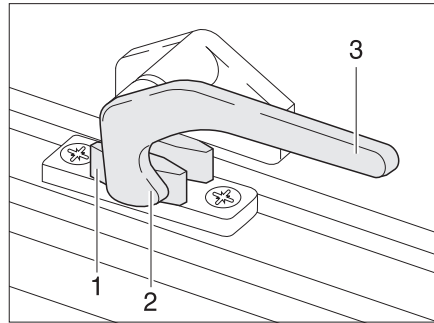

Fig. 38 Levier de verrouillage en position "Fermé"
- Tourner le levier de verrouillage (Fig. 38,3) d'un quart de tour vers le centre de la fenêtre.
- Tourner le levier de verrouillage (Fig. 38,3) d'un quart de tour vers le cadre de la fenêtre. Le tenon de verrouillage (Fig. 38,2) se trouve sur le côté intérieur du verrouillage de fenêtre (Fig. 38,1).
- En position "Fermé" (Fig. 38).